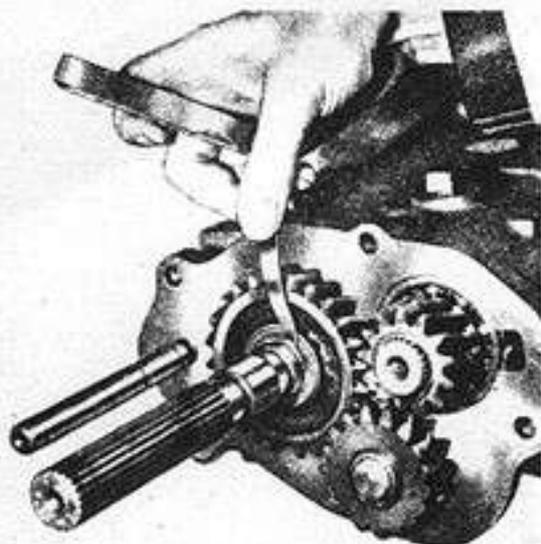

Fig. 29 - Verificación del juego entre el anillo de retención y el engranaje
22.1. Verificar el juego entre el anillo de retención y el engranaje (ver Especificaciones) (Fig. 29).